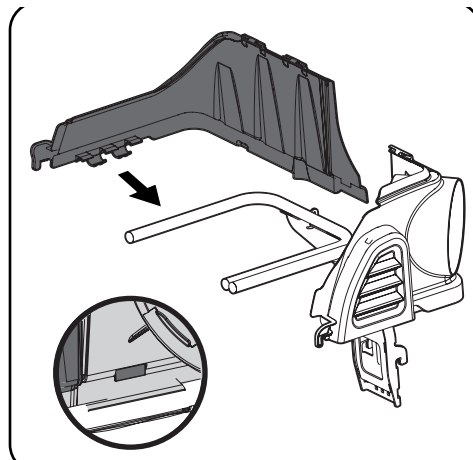

Figura 4-14
1. Coloque el soporte del canal plástico superior en su lugar primero cortando la porción lateral hacia el riel de soporte de la embolsadora (1) como se indica en la Figura 4-14.
2. Coloque a presión el lado delantero del soporte del canal al riel (2), como se muestra en la Figura 4-14.